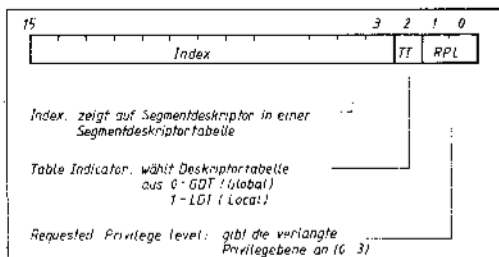
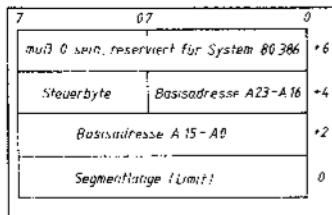
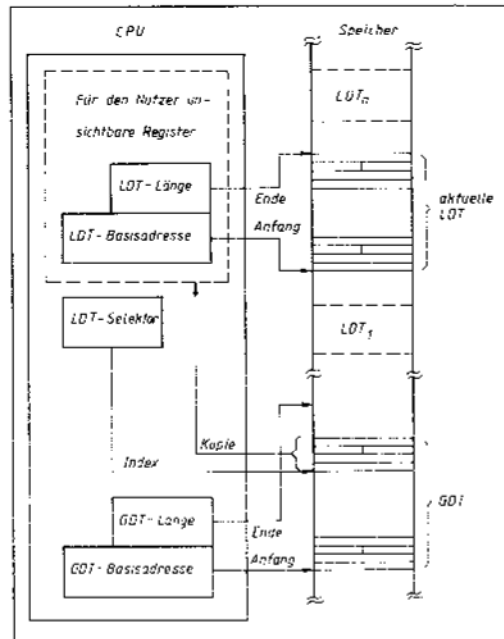

Bild 8.5 Aufbau eines Segmentselektors
Bild 8.7 Segmentdescriptor
Bild 8.10 Globale und lokale Deskriptortabellen
Eine 24-Bit-Speicheradresse wird im Protected-Mode durch lineare Addition von einer 24-Bit-Segment-Basisadresse und einem 16-Bit-Offset gebildet. Der wesentliche Unterschied zum Real-Address-Mode liegt in der neuen Bedeutung der Segmentregister CS, DS, SS und ES. Diese Register enthalten nicht mehr die Segment-Basisadresse, sondern einen Segmentselektor. Deshalb heißen sie im Protected-Mode auch Selektorregister. Wie Bild 8.5 zeigt, dienen Bit 15...3 eines solchen Segmentselektors als Segmentdeskriptor-Index. Das ist ein Index für den dazugehörigen Segmentdeskriptor, der sich innerhalb einer im Speicher angelegten Segmentdeskriptor-Tabelle befindet. Dieser Segmentdeskriptor enthält nun die 24 Bit breite Segment-Basisadresse, aus der durch Addition mit dem 16-Bit-Offset die physische Speicheradresse (A0...A24) gebildet wird.
Der Umweg über die Segmentdeskriptor-Tabelle erwirkt einige Vorteile. Bild 8.7 zeigt den Aufbau eines Segmentdeskriptors. Er hat eine Länge von 8 Byte und enthält neben der Segment-Basisadresse noch die Länge des Segments und ein Steuerbyte, das den Typ des Segments und die Zugriffsrechte definiert. In den Bildern 8.8 und 8.9 sind die Formate der Steuerbytes für Daten- und Code-segmente angegeben. Die Angaben im Steuerbyte ermöglichen mehrere Speicherschutzfunktionen. Bei jedem Speicherzugriff wird automatisch die Einhaltung der festgelegten Segmentgrenzen (Länge) und Zugriffsrechte überprüft. Verletzungen dieser Bedingungen lösen spezielle Interrupts (Exceptions) aus.
80286-Programme werden in Programmteile, sogenannte Tasks, mit getrennten Speicherzugriffsrechten aufgeteilt. Die Segment-Deskriptoren aller Speichersegmente, die von einer Task benutzt werden, sind in zwei Deskriptortabellen enthalten (Bild 8.10). Die **Global-Deskriptor-Table (GDT)** enthält die Deskriptoren der von allen Tasks nutzbaren globalen Segmente. Die **Local-Deskriptor-Table (LDT)** enthält Deskriptoren von privaten Segmenten einer Task. Die Auswahl zwischen beiden Deskriptortabellen wird durch das TI-Bit im Segmentselektor getroffen (vergleiche Bild 8.5). Mit den 13 Bit des Segmentdescriptor-Index werden  $2^{13} = 8192$  Segmentdeskriptoren (je 8 Byte) in einer Segmentdeskriptor-Tabelle adressiert. Somit stehen einer Task maximal  $2^{14}$  Speichersegmente (8192 globale und 8192 lokale) mit einer Länge von je 64 KByte ( $2^{16}$  Byte) zur Verfügung. Daraus ergibt sich ein virtueller Adreßraum von einem Gigabyte ( $2^{30}$  Byte) je Task.
sichtbaren 16-Bit-LDT-Selektor vom Format nach Bild 8.5 wird durch den Index die Lage des LDT-Deskriptors in der GDT festgelegt. In einem verdeckten 40-Bit-Cache-Register wird eine Kopie des aktuellen LDT-Deskriptors mitgeführt. Mit dem Befehl LLDT wird nur der Selektor der aktuellen LDT geladen, der mit dem Index zum Deskriptor der aktuellen LDT zeigt. Das Kopieren des entsprechenden Segmentdeskriptors, also Steuerbyte, LDT-Basisadresse und -Länge, in die CPU erfolgt dann automatisch. Wie in Bild 8.7 dargestellt, kann es mehrere LDT geben, deren Deskriptoren sich in der GDT im Speicher befinden.
Jedem Segment wird eine der vier Privilegeebenen zugeordnet und als Descriptor-Privilege-Level (DPL) im Steuerbyte des Segmentdeskriptors kodiert (Bilder 8.8 und 8.9). Die Privilegeebene des aktuell ausgeführten Programms, **Current-Privilege-Level (CPL)**, wird im RPL-Feld (vergleiche Bild 8.5) des aktuellen Code-segment-Selektors vorgegeben, also in Bit 1 und 0 des CS-Registers. Innerhalb einer Task muß CPL also nicht konstant bleiben, sondern kann sich, abhängig vom gerade ausgeführten Programm (Code-segment), ändern.
- Für den kontrollierten Übergang zwischen den Privilegebenen gibt es spezielle Deskriptoren, sogenannte CALL-Gates. Ein solcher Deskriptor (ähnlich wie in Bild 8.7) enthält den Selektor des Ziel-Codesegments (also den Verweis auf den entsprechenden Code-segment-Deskriptor) und den Offset des Eintrittspunktes in dieses Codesegment. Für den Aufruf eines CALL-Gate gelten die Bedingungen: